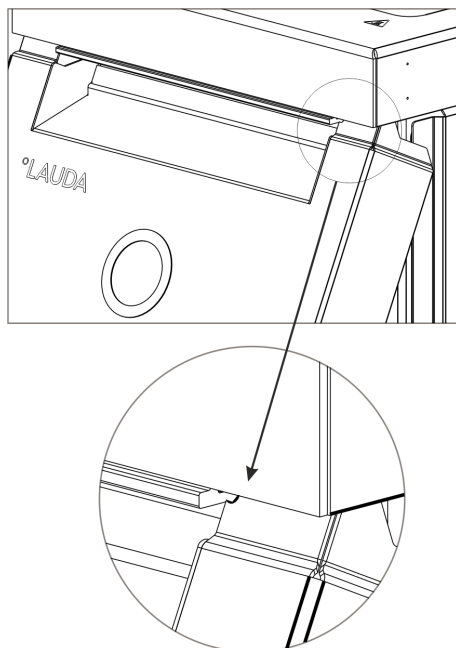

Fig. 72: Radian an der Frontblende
2. Schieben Sie die Frontblende nur so weit nach oben, dass die Radian noch zu sehen sind Fig. 72.